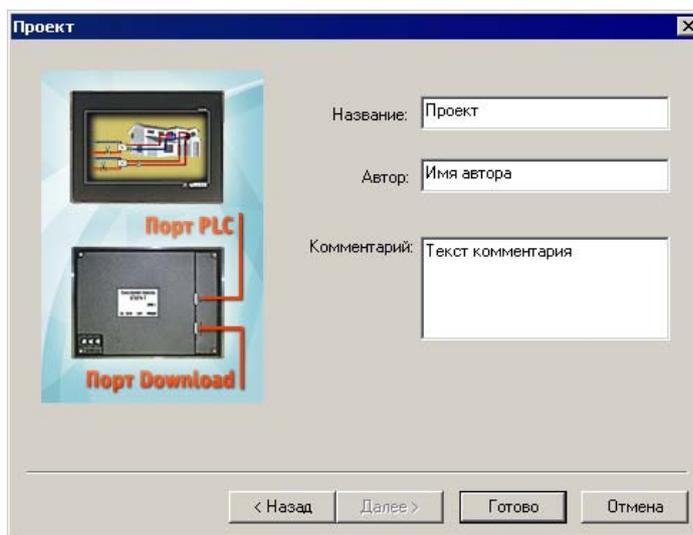

Рисунок 4
5. В открывшемся окне «Проект» (см. рис. 4) – задать: